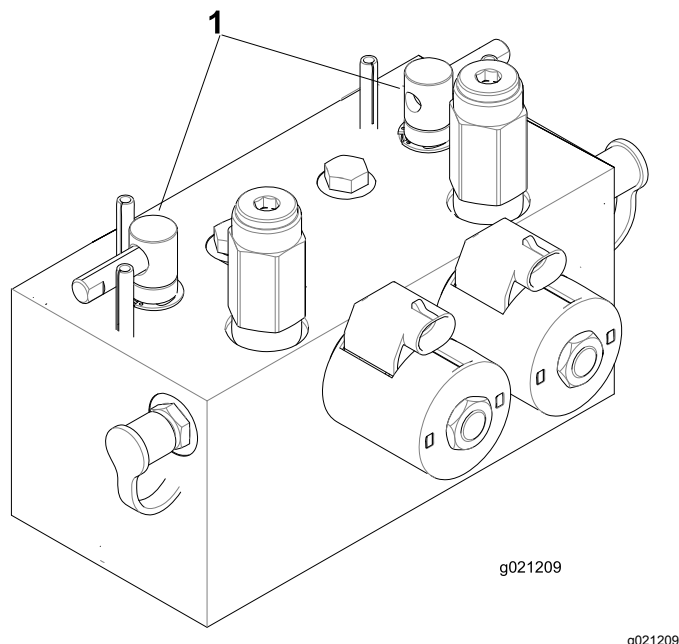

Figura 74
2. Desbloqueie e levante o banco para expor as alavancas de retificação (Figura 74).
5. Selecione as alavancas de retificação dianteiras, traseiras ou ambas para determinar quais as unidades a retificar (Figura 74).